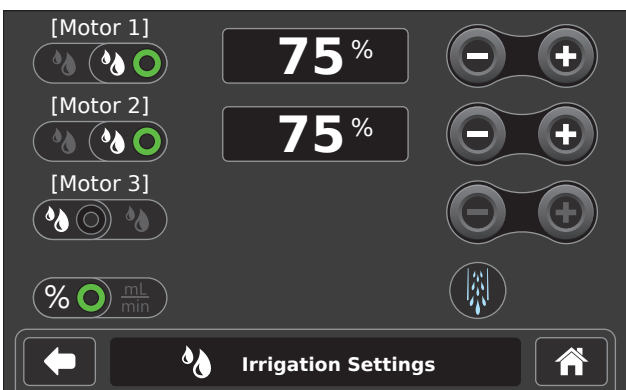

Figure 18 – Écran Paramètres irrigation
2. Ajuster les paramètres selon les besoins (Figure 18).